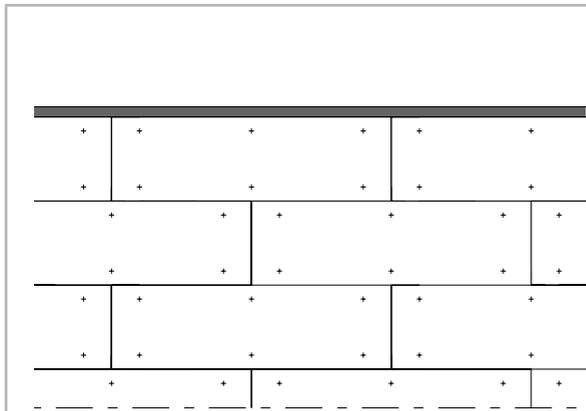

Fig. 5 : Exemple de disposition des ancrés
- ancrés pour un équipement sur chantier des panneaux (fig. 5),